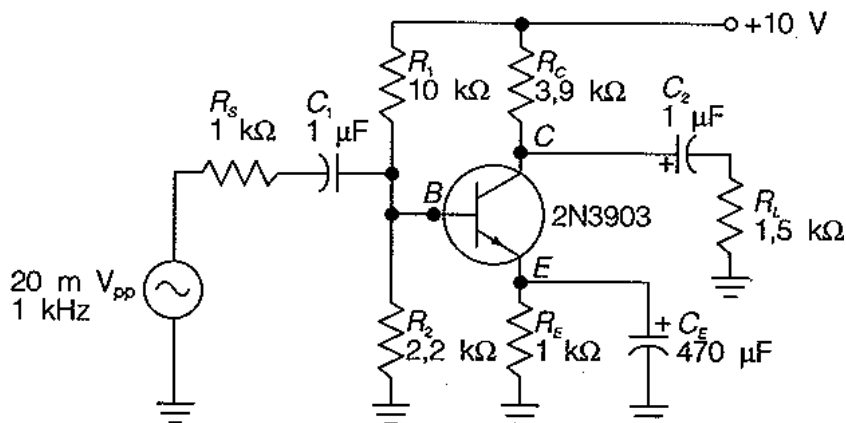

FIGURA 1
- 1 Na Figura 1, suponha h_{fe} igual a 50 (o mesmo que β). Calcule a impedância de entrada do estágio. Calcule também a tensão pico a pico na base e no coletor. Anote suas respostas na Tabela 1.